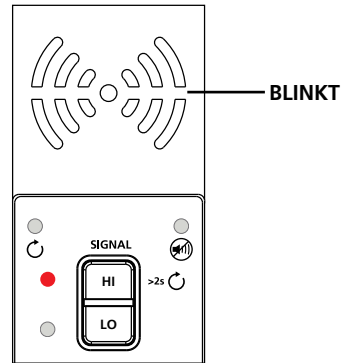

Abbildung 3.1c: Anzeige des Senders im Signalmodus Stark (HIGH/HI)
3. Wählen Sie durch Drücken von HI den Signalmodus Stark (HIGH/HI) für die meisten Anwendungen. Der Sender erscheint wie in Abbildung 3.1c. Die LED-Anzeige fängt kurz darauf an, zu blinken.